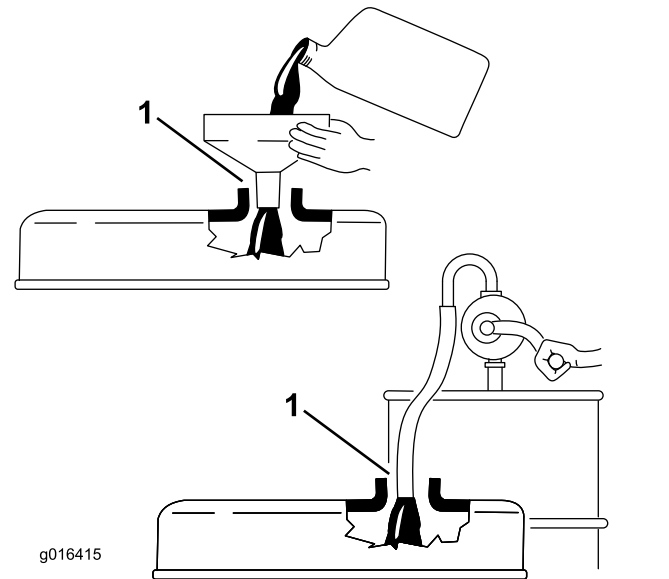

Figure 33
**Important: Retirez la jauge de niveau lorsque vous faites le plein d'huile moteur. Lorsque vous faites l'appoint ou le plein d'huile moteur, il est indispensable de maintenir un espace entre le dispositif de remplissage et l'orifice de remplissage d'huile dans le couvre-culasse, comme montré à la Figure 33. Cet espace est nécessaire pour assurer l'aération pendant le remplissage et empêcher l'huile de déborder dans le reniflard.**